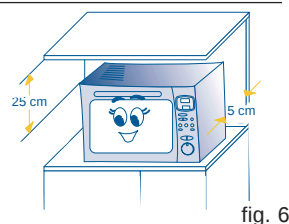

fig. 6
- 1) Nadat het apparaat uit de verpakking gehaald is, de beschermende verpakking van de draaischijf (I) en de bijbehorende houder (L) en van alle accessoires afhalen. Controleren of de pin van de draaischijf (D) correct op zijn plaats zit in het midden van de draaischijf.
- 5) **Nadat het apparaat op het werkvlak geplaatst is, controleren dat er een ruimte van ongeveer 5 cm overblijft tussen de omtrek van het apparaat en de muren aan de zijkant en aan de achterkant, en een vrije ruimte van minstens 25 cm aan de bovenkant van de oven (fig. 6).**